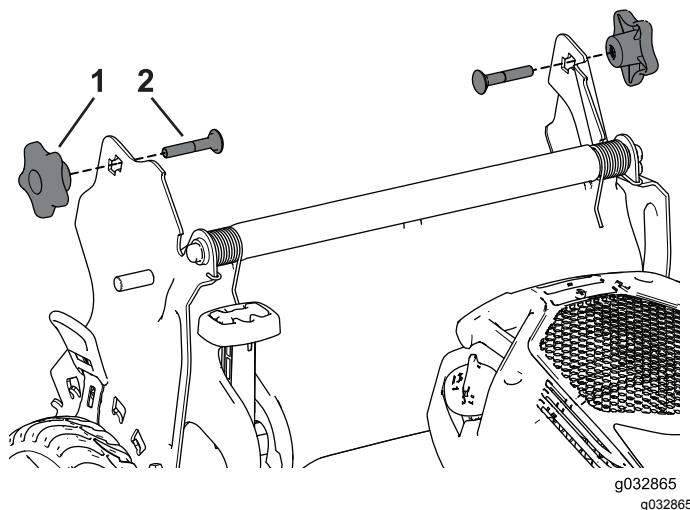

Figure 26
3. Insérez le boulon de carrosserie (la tête du boulon vers l'intérieur) dans le support du guidon et dans le trou supérieur à l'extrémité du guidon. Vérifiez que les bords carrés de chaque boulon de carrosserie s'engagent dans le trou carré supérieur ou inférieur du support de guidon correspondant (Figure 26).